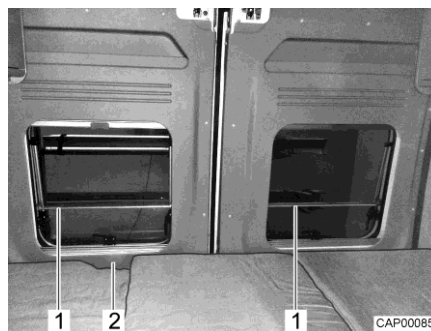

Bild 38 Herausfallschutz (Längsheckbett)
- ▷ Die Fenster der Hecktüren sind mit einem Herausfallschutz (Bild 38,1) ausgestattet. Die Hecktür kann über den Durchgriff (Bild 38,2) von innen geöffnet werden.